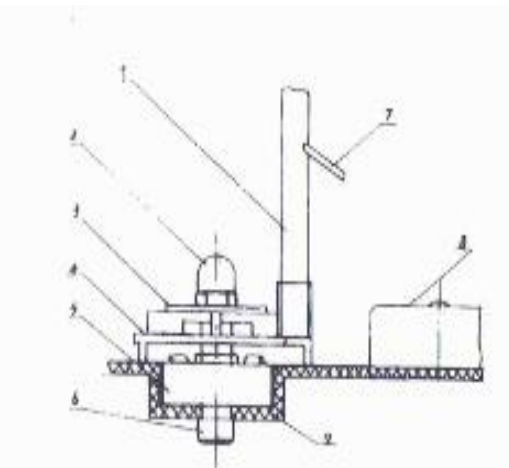

Рисунок 2: Установка узла раздачи
5. Для очистки устройства розлива (мод. РА-18) см. рис. 2: